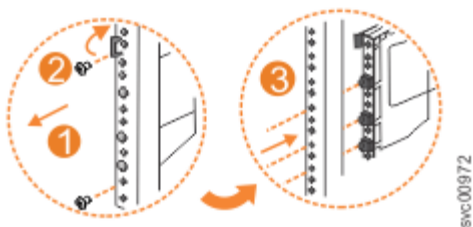

图 132. 从前部机架支架中卸下导轨组合件
1. 卸下用于将外部导轨部件连接到前部支架组合件的两颗螺钉，如第 105 页的图 132 中所示。
2. 通过将导轨部件拉离前部支架以将其卸下，如第 105 页的图 132 中所示。